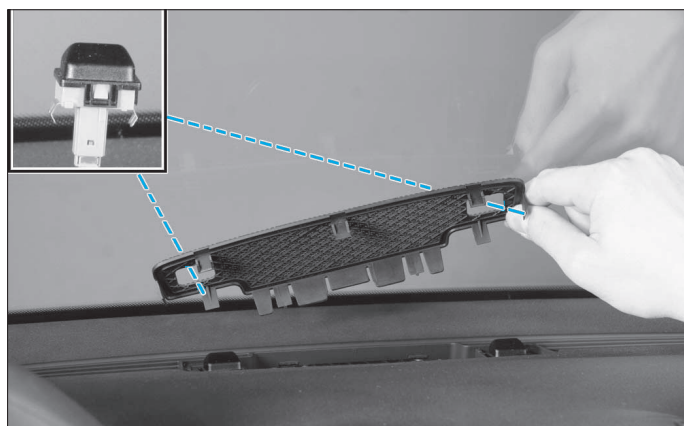

FIG. 26
- Déposer la grille du haut-parleur, des capteurs (Fig.26) :